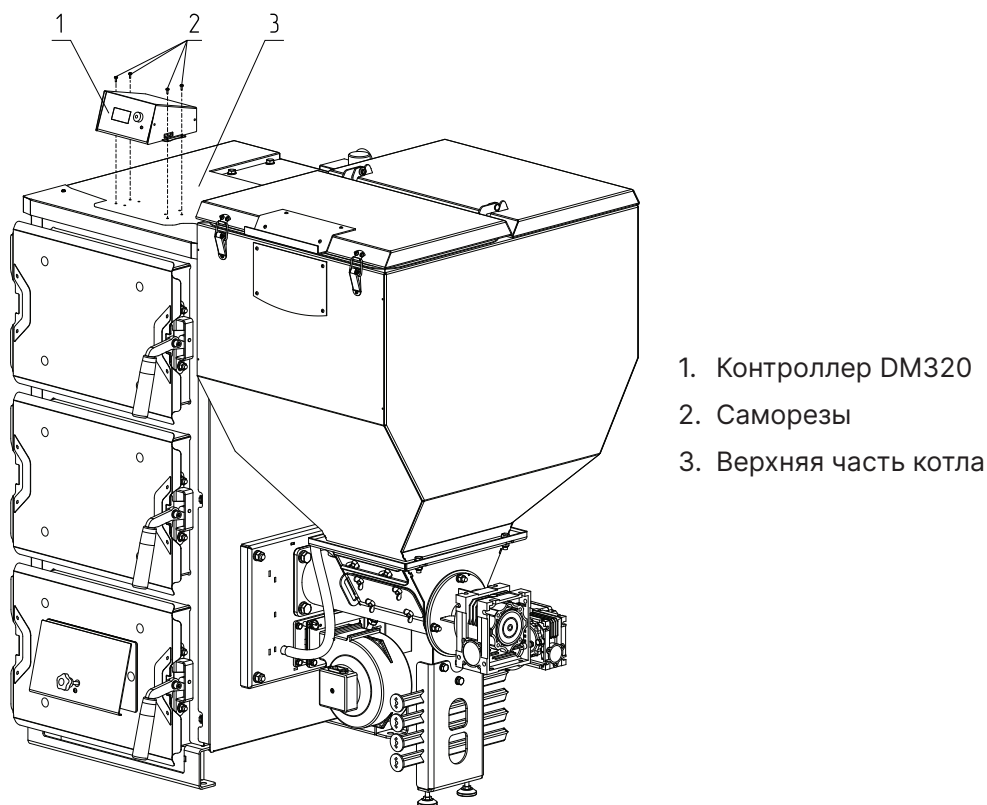

Рис.9 Монтаж контроллера
2. Зафиксируйте контроллер (**Рис.9, поз.1**) на верхней части котла (**Рис.9, поз.3**) саморезами (**Рис.9, поз.2**);
3. Проложите провода (питание мотор-редуктора, питание вентилятора, датчик температуры шнека) от контроллера (**Рис.9, поз.1**) к механизму подачи;